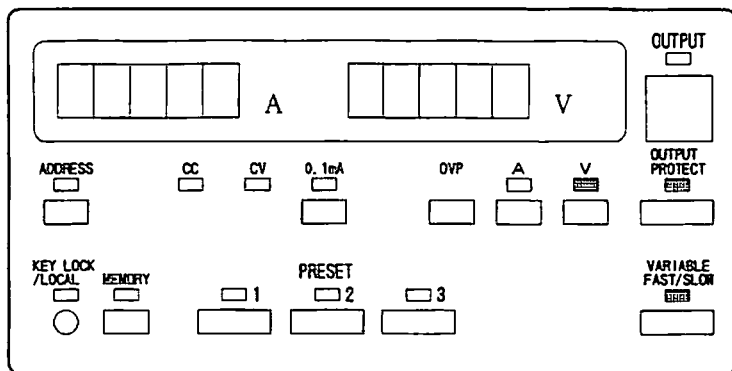

図 11
- 1) 図11のようなLEDの点灯および消灯状態にしてください。図ではVARIABLE・キー⑬が出力設定キーとして選択されています。
- 2) OUTPUT・キー⑭を押してOUTPUT（出力）を“ON”状態にします。
- 4) 他のキー（PRESET 1, 2, 3⑬のいずれか）を押すと、押されたキーのLEDが点灯し、電圧・電流計②③にはそのキーに記憶されている設定値が表示されますが、同時にOUTPUT LEDは消灯しOUTPUT（出力）がOFF状態になっていることが確認できます。
- 1) 図11のような状態でOUTPUT PROTECT・キー⑩を押して、LEDを消灯させます。
- 3) OUTPUT・キー⑤を押してOUTPUT（出力）を“ON”状態にします。